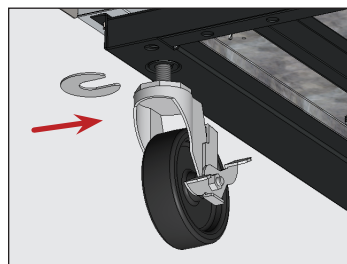

Fig. 9. Insira um ou mais calços no rodízio. Certifique-se de apertar a haste do rodízio.
5. Na parte de baixo do equipamento, desaperte o parafuso do rodízio o suficiente para deslizar os calços instalados entre o rolamento do rodízio e o trilho inferior do equipamento. Veja a Fig. 9.
6. Instale a quantidade desejada de calços. Veja a Fig. 9.